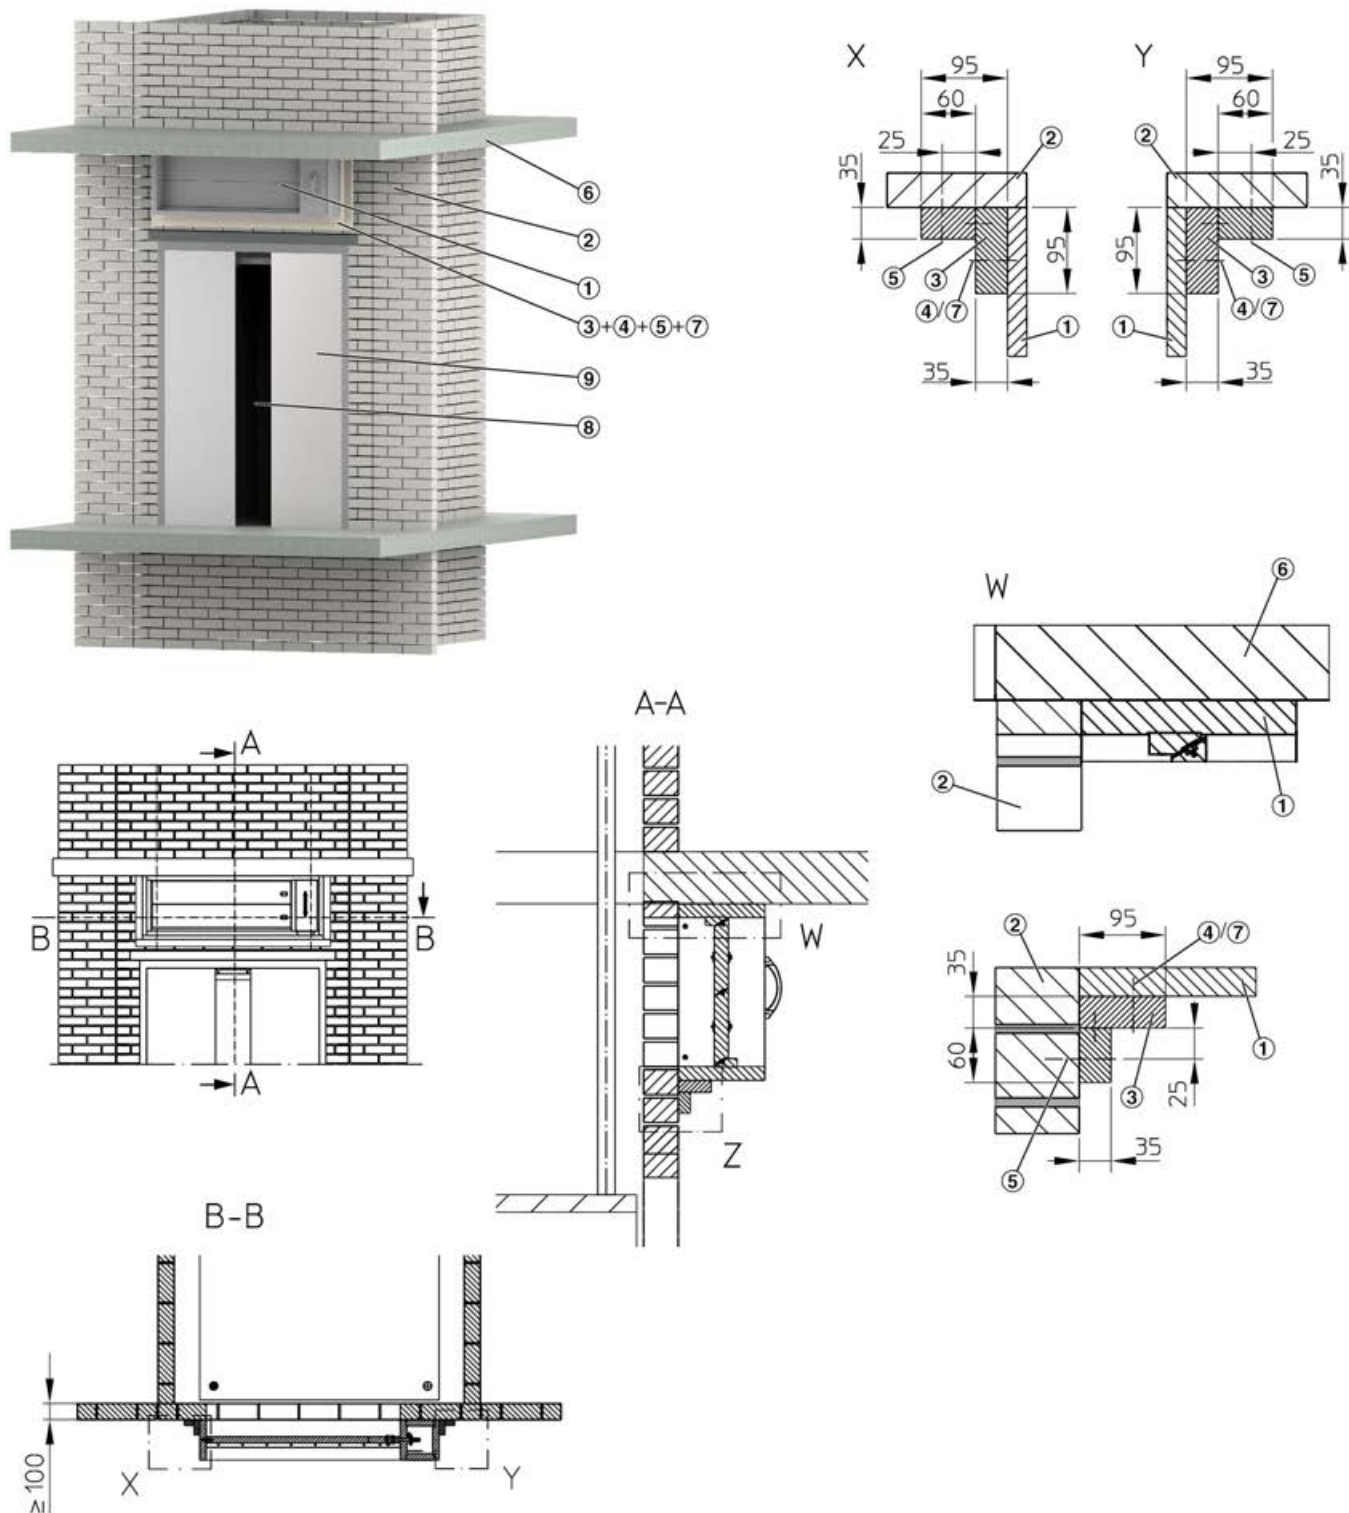

Fig. 25: Instalación en seco en patinillo (ascensor de emergencia y servicio de rescate)
- ▶ Emplee dos tiras de paneles ignífugos para construir el tramo en esquina ( Fig. 25 /3), seguidamente fije el tramo en esquina por debajo de la compuerta.
Aplique pegamento a las juntas ( Fig. 25 /2) entre los tramos en esquina y entre los tramos en esquina y la carcasa (p. e. K84, Promat o similar) seguidamente fije los tramos en esquina con tornillos para pared 4 × 70 mm a la carcasa de la compuerta (pretaladre los agujeros  $\varnothing 3$  mm), distancia entre tornillos  $\leq 200$  mm.